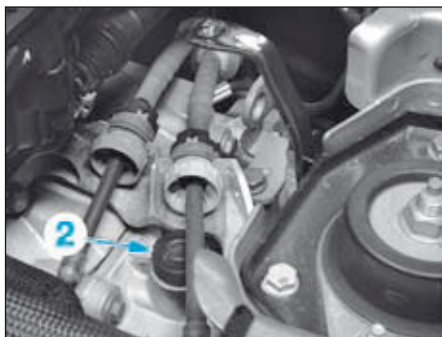

FIG.2
- l'orifice de mise à l'air libre (2) (Fig.2).
- Effectuer le remplissage à la quantité requise par l'orifice de mise à l'air libre (2).